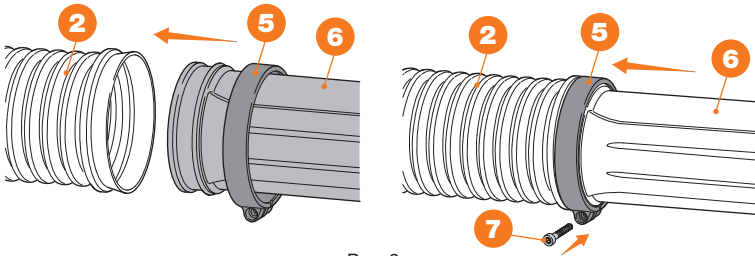

Рис. 2
- Наденьте зажим 5 (без держателя троса дроссельной заслонки) на трубу выдувания 6 (рис. 2).
- Расположите трубу выдувания 6 как показано на рис. 2.